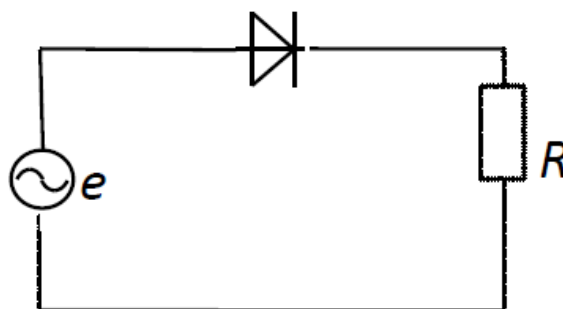

Рис.1
1. В схеме рис.1  $e = 16\sin(\omega t)$ ;  $R=0,014 \text{ кОм}$ ;